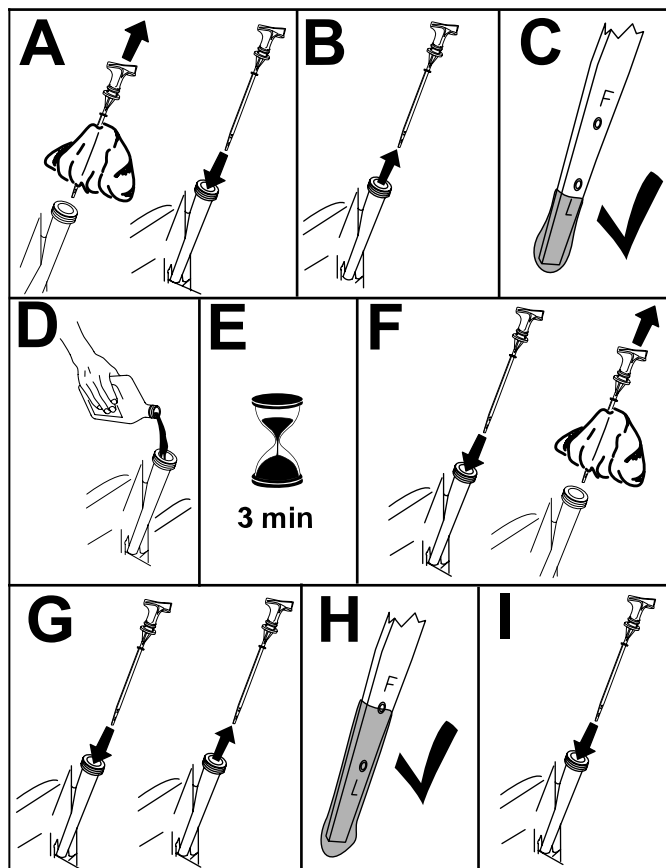

Figura 20
4. Compruebe el nivel de aceite del motor como se muestra en Figura 20.